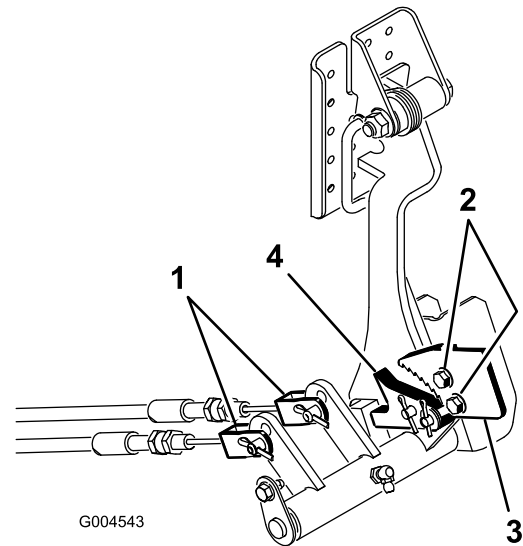

**Bild 75**
2. Lösen Sie die zwei Schrauben, mit denen die Sperre der Feststellbremse am Rahmen befestigt ist (Bild 75).
3. Drücken Sie das Pedal der Feststellbremse nach vorne, bis der Bremsauslöser ganz an der Bremssperre greift (Bild 75).
1. Entfernen Sie die Splint und Lastösenbolzen, mit denen die Bremszüge an der Bremspedalstange befestigt sind (Bild 75).